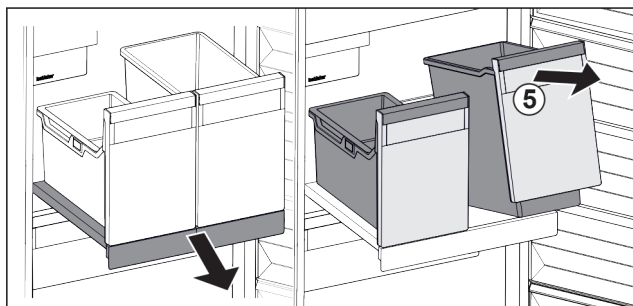

Fig. 41
- Lyft behållaren Fig. 41 (5) framtill.